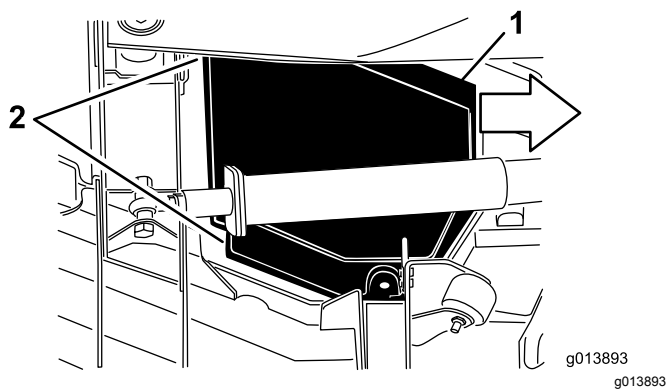

Bild 67
5. Schieben Sie die Abdeckung beim Anheben ungefähr 2,5 cm zur Zugmaschine, um die äußere Abdeckungskante vom Mäherwerk auszuhaken (Bild 67).